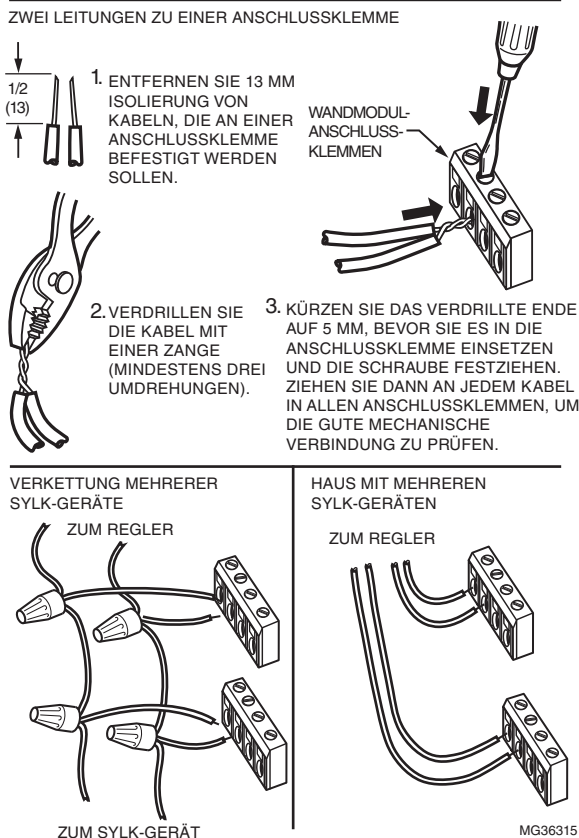

Abb. 6. Optionen für die Verdrahtung mehrerer Sylk-Geräte.
4. Siehe Abb. 6 für die Verdrahtung mehrerer Sylk-Geräte.